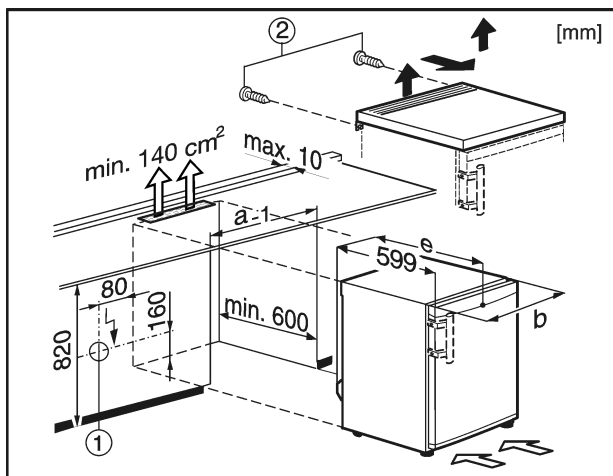

Fig. 7
El enchufe Fig. 7 (1) no debe colocarse detrás del electrodoméstico y debe ser accesible.
- ▶ Extraiga los tornillos Fig. 7 (2) de la parte trasera del frigorífico.